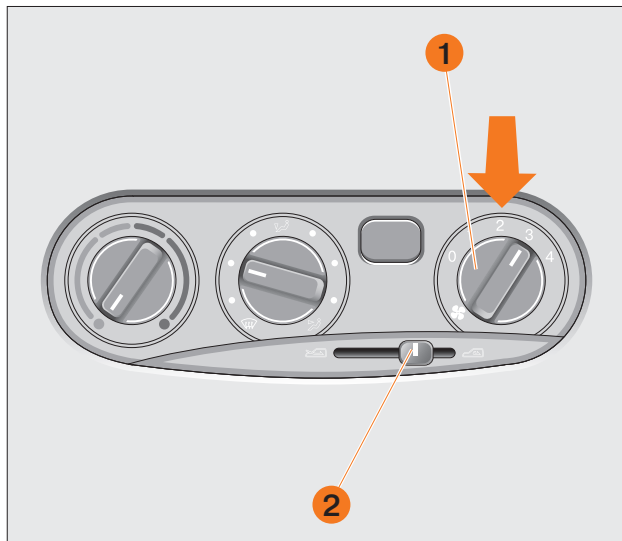
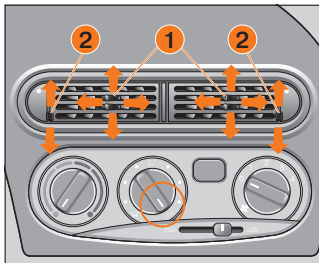
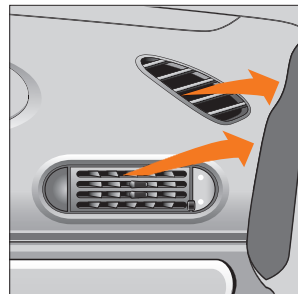

Рис. 50. Правый вращающийся переключатель
Рис. 52. Центральный дефлектор
Рис. 54. Дефлекторы подачи воздуха на стекла передних дверей
**Правый вращающийся переключатель: Обдув (вентилятор) (рис. 50, поз. 1).**
На рис. 50 поз. **2** показан **рычаг управления заслонкой рециркуляции воздуха**:
**Центральный дефлектор (рис. 52).** Направления подачи воздуха регулируются рычагами направляющих лопаток центрального дефлектора **1** путём изменения положения заслонок вверх или вниз, вправо или влево, а регулятор интенсивности подачи воздуха **2** открывает или закрывает полностью центральные дефлекторы подачи воздуха. В зависимости от положения температурного переключателя обеспечивается комфортная температура верхнего пространства салона.
Для усиления притока воздуха включить вентилятор обдува и установить средний вращающийся переключатель в положение  (см. рис. 52).
**Дефлекторы подачи воздуха на стекла передних дверей (рис. 54).** Установите рычаг управления заслонкой в крайнее левое положение  (см. рис. 50) и средний вращающийся переключатель (см. рис. 52) в положение .
**Верхние решетки подачи воздуха на ветровое стекло (рис. 55).** Установите рычаг управления заслонкой в крайнее левое положение  (см. рис. 50) и средний вращающийся переключатель в положение  (см. рис. 52):
Для усиления притока воздуха переключите вентилятор обдува на более высокую ступень и установите средний вращающийся переключатель в положение  (см. рис. 52).
Обязательно включить вентилятор (см. рис. 50).